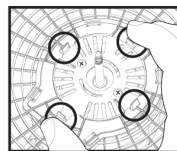

Figura 21
- Para retirar a grade traseira deve-se pressionar as travas para trás e puxar a grade livrando-a do dente da trava como mostrado na figura 21.